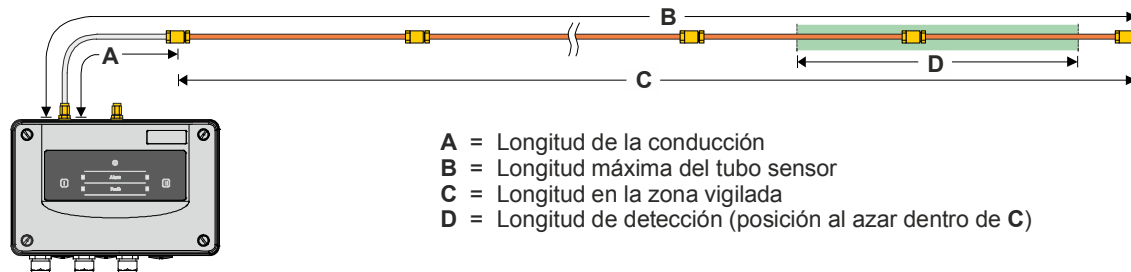

Fig. 8 Definiciones de las longitudes de la tubería
Material del tubo sensor	Longitud del tubo sensor por canal de evaluación ① (Fig. 8 «B»)
La siguiente **Fig. 8** muestra la configuración del tubo sensor con las definiciones de los datos de longitudes de la tubería. La longitud máxima de la tubería puede verse en la tabla en el cap. 4.5.1.1.